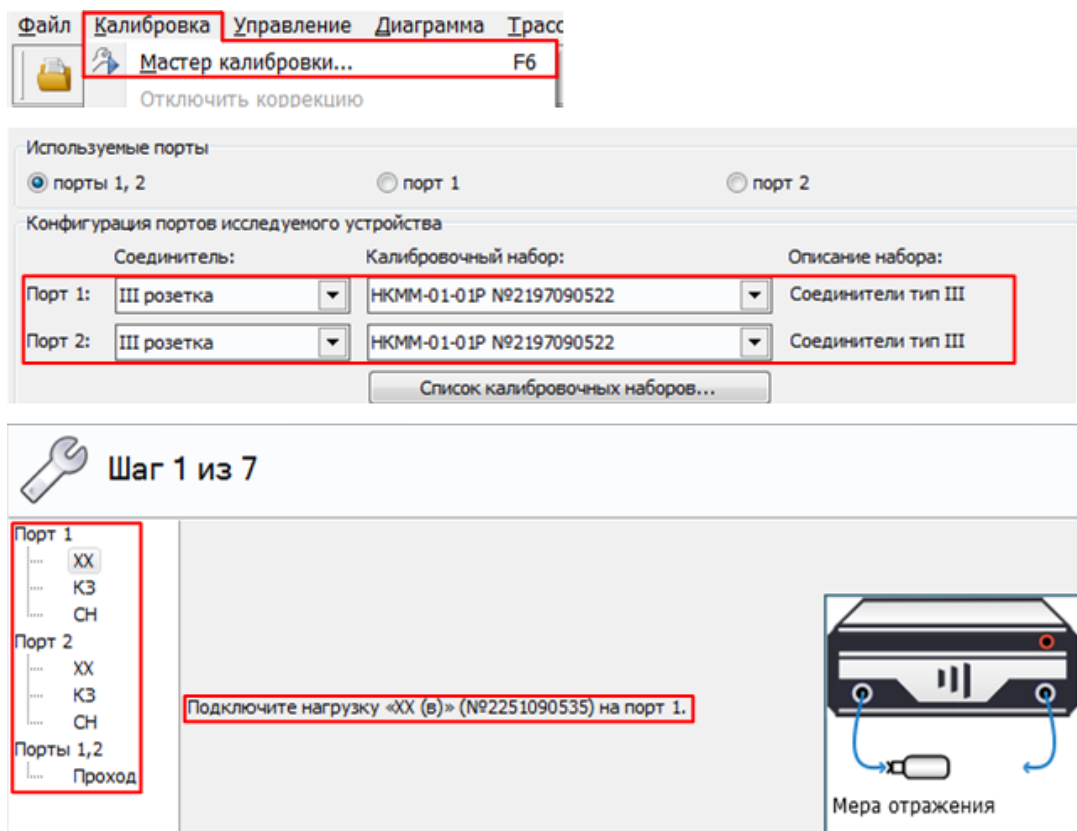

Рис. 4. Настройка параметров калибровки.
7. Выбрать в главном меню *Калибровка* -> *Мастер калибровки* и провести полную двухпортовую калибровку, руководствуясь указаниями мастера калибровки (рис. 4).